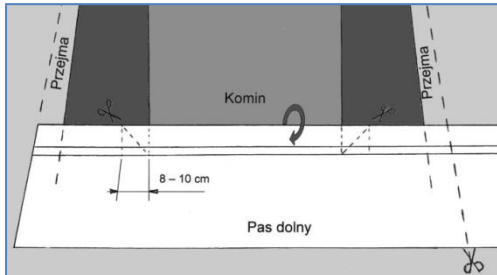

rys.3
1. Po wstępnym przycięciu membrany (rys.2) wokół komina, trzeba ją precyzyjnie uciąć i zamocować tak, aby kończyła się na wewnętrznej krawędzi belek tworzących ramę wokół komina (rys.3).
2. Od strony kalenicy, nacinamy górny pas membrany i zostawiamy bez mocowania, tak aby można go było wywinąć na wierzch **taśmy blaszanej** (dystansującej membranę) po jej przymocowaniu (rys.3 lub 4 oraz 13,15).